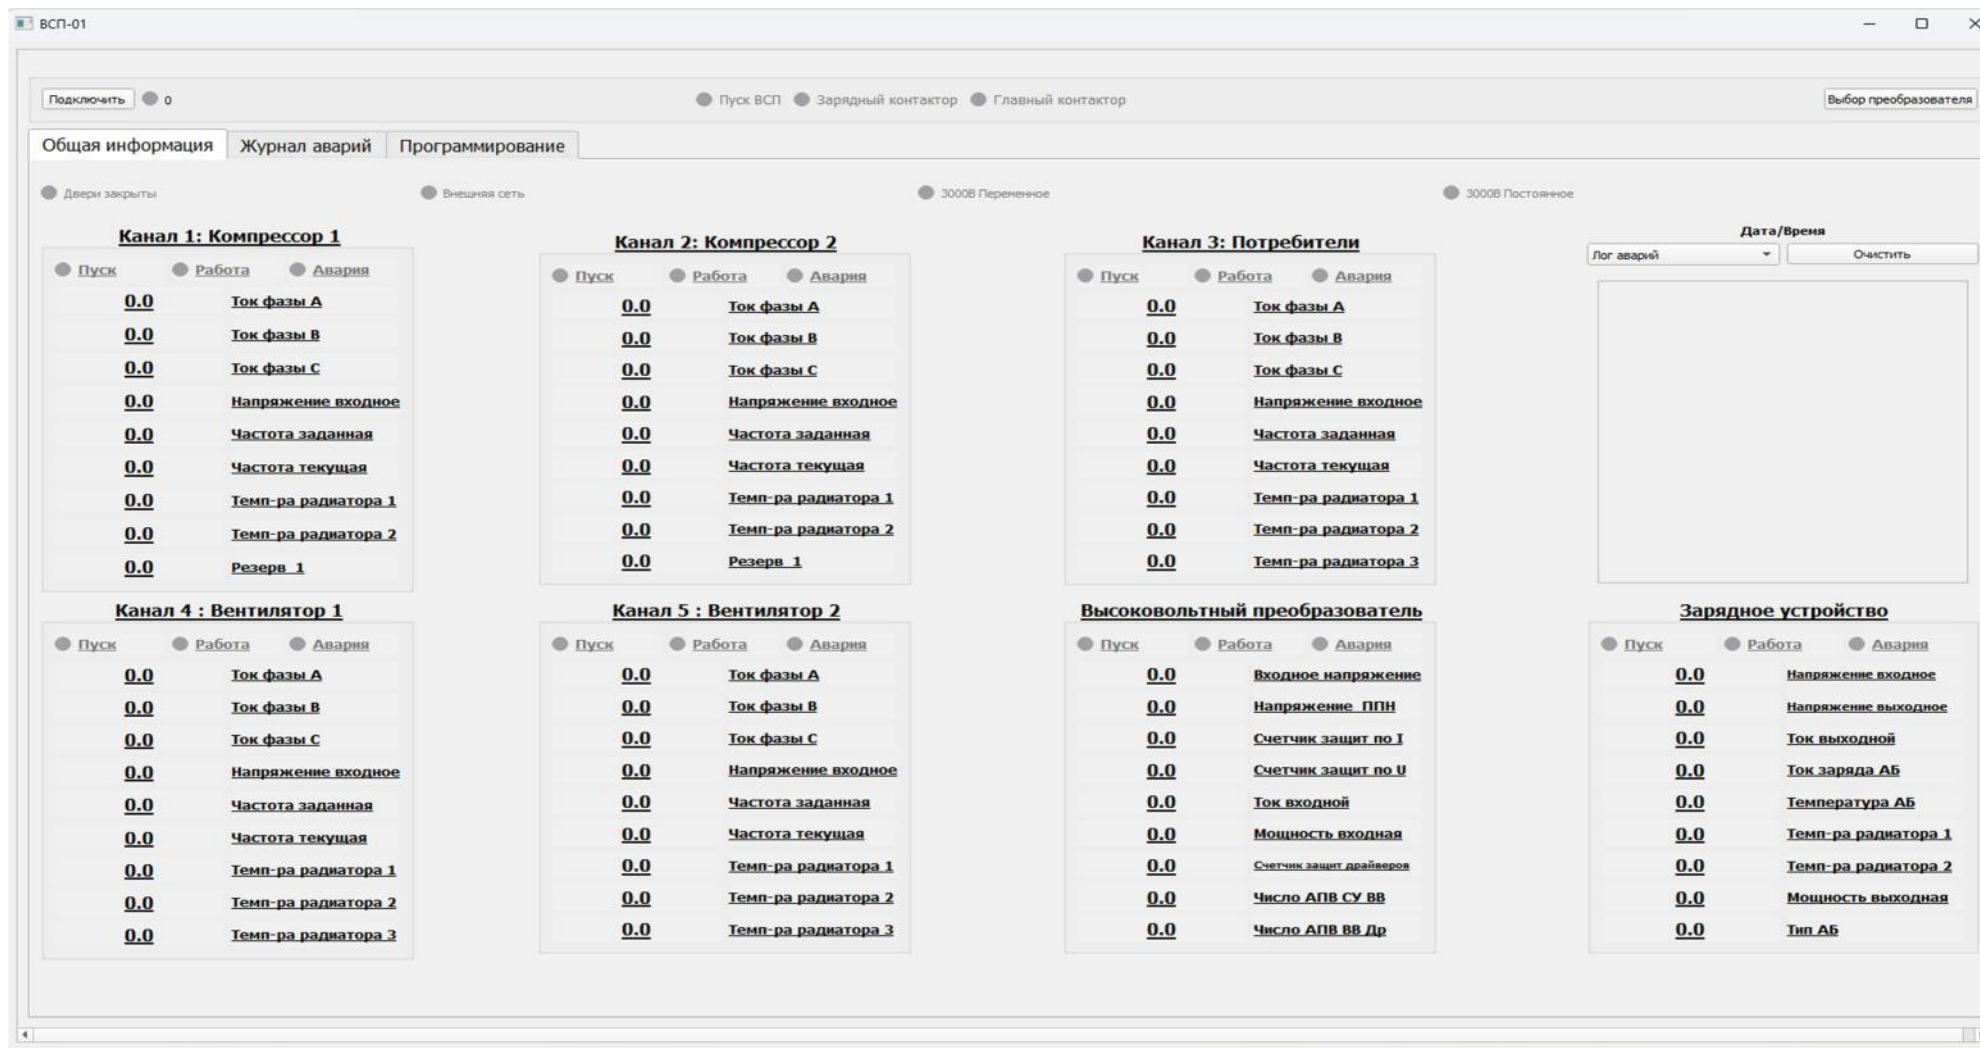

Рис. 2 – Основные параметры ВСП-01
3. В зоне «ВСП» необходимо нажать кнопку «ВСП-01» и наблюдать появление окна с параметрами преобразователя (рис. 2).